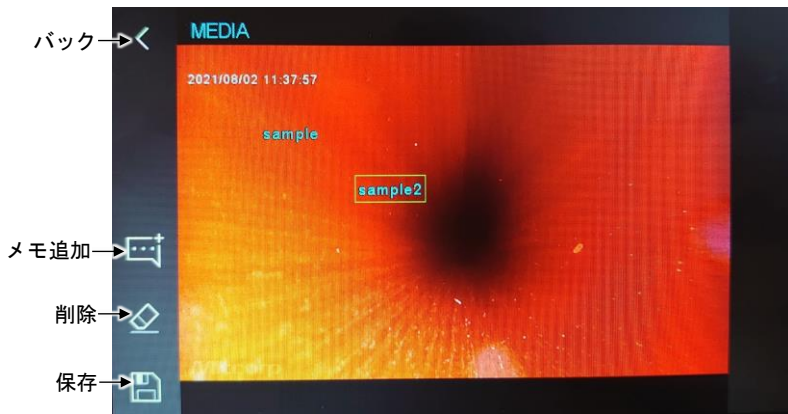

図 16
3. さらにメモを追加するにはメモ追加アイコンを再度押してください(図 16)。
4. メモを移動するには、記載したメモを押すと緑枠が表示され、(図 16) 緑枠が表示されたメモを押しながら静止画内の任意の位置に移動してください。